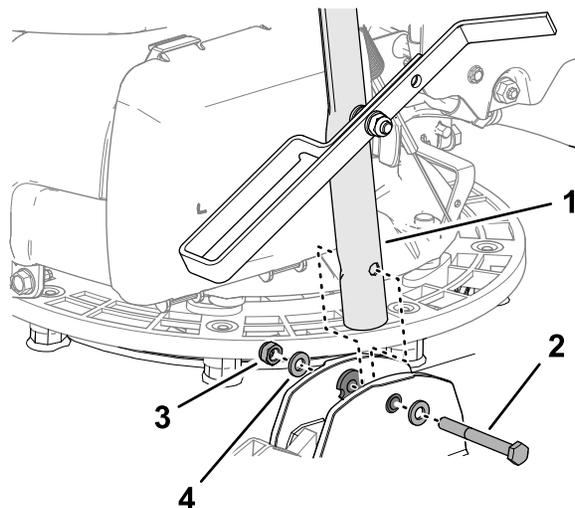

図 7
3. ハンドルバーの穴をブッシュの穴に合わせ図7、ハンドルバーを機械に固定するボルト6 x 55 mm1本、ワッシャ6 mm2枚、ロックナット6 mm1個を使用する。